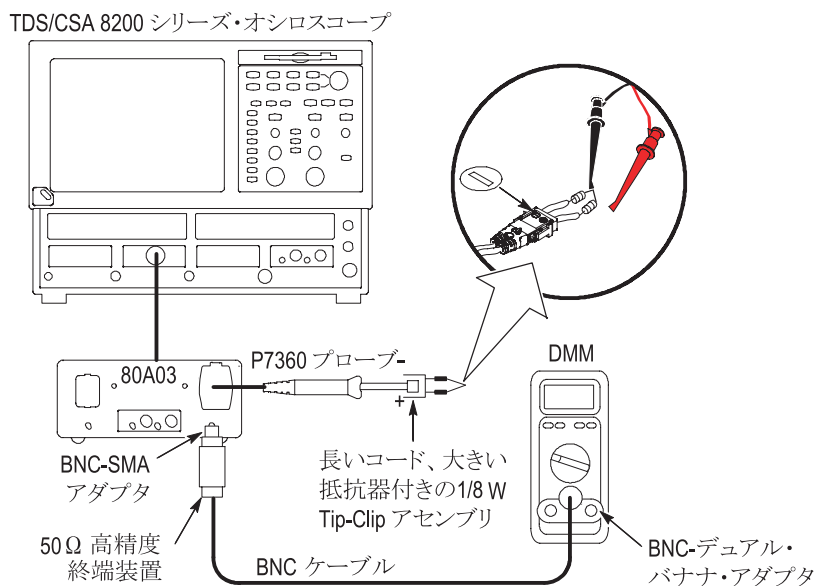

図 12：出力オフセット 0 検査用の設定
1. 図 12 に示すように機器を接続します。
3. 2 つの Tip-Clip リード線を短絡させます（図 12 を参照）。BNC (m)-ミニグラバ（黒）を、ミニグラバを接地せずを使用することをお勧めします。